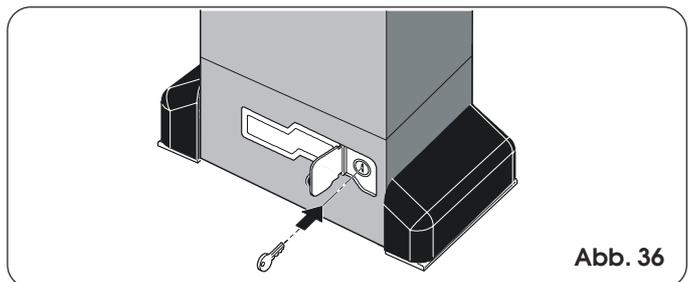

Abb. 36
- 1) Die Schutzklappe öffnen und den mitgelieferten Schlüssel in das Schloß stecken (Abb. 36).